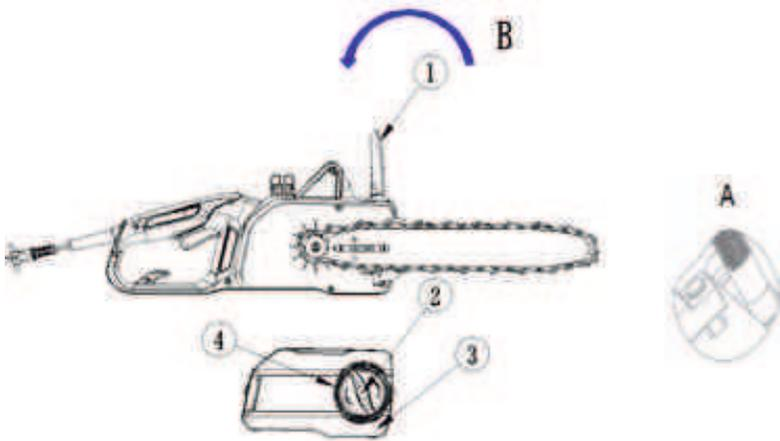
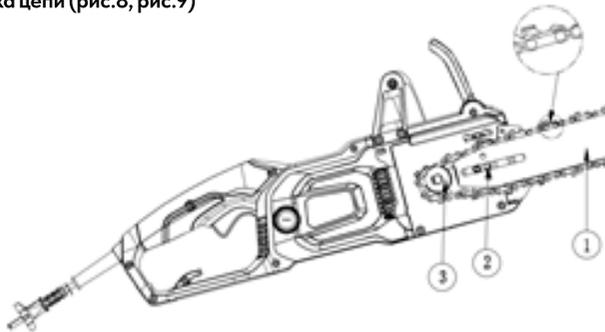

Рис. 8
Рис. 9
8.1 Установка шины (рис.8, рис.9)
1. Переведите щиток/рычаг тормоза (рис.8 поз.1) в положение как показано стрелкой, в сторону рукоятки, для выключения тормоза.
2. Открутите фиксатор (рис.8 поз.2) против направления часовой стрелки и снимите вместе с крышкой (рис.8 поз.3).
3. Установите шину (рис.9 поз.1) совместив паз в шине с болтом (рис.9 поз.2) переместите шину ближе к ведущей звездочке, чтобы легко установить цепь.
8.2 Установка цепи (рис.8, рис.9)
1. Наденьте пильную цепь на звездочку (рис.9 поз.3) и шину (рис.9 поз.1).
3. Установите крышку (рис.8 поз.3) и закрутите фиксатор (рис.8 поз.2).
2. Поворачивая натяжитель (рис.8 поз.4) попадите штифтом натяжителя в отверстие шины (рис.8/А).
3. Наденьте крышку (рис.8 поз.4) и закрутите фиксатор крышки (рис.8 поз.2) по часовой стрелке.
4. Поверните натяжитель (рис.8 поз.4) по часовой стрелке, до корректной натяжки цепи.
5. Закрутите фиксатор крышки (рис.8 поз.2) по часовой стрелке, для окончательной фиксации.